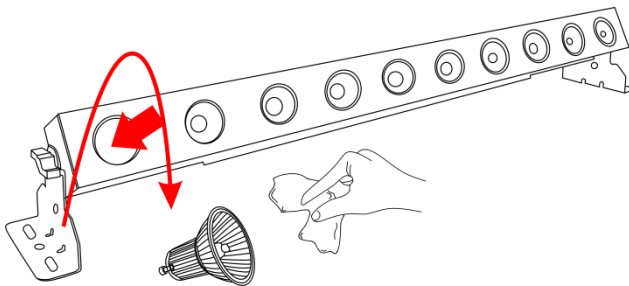

Fig.07
- 06) Inserire i perni di fermo nei fori piccoli nel portalampada. Spingere e ruotare in senso orario per installare la lampada (Fig. 07).